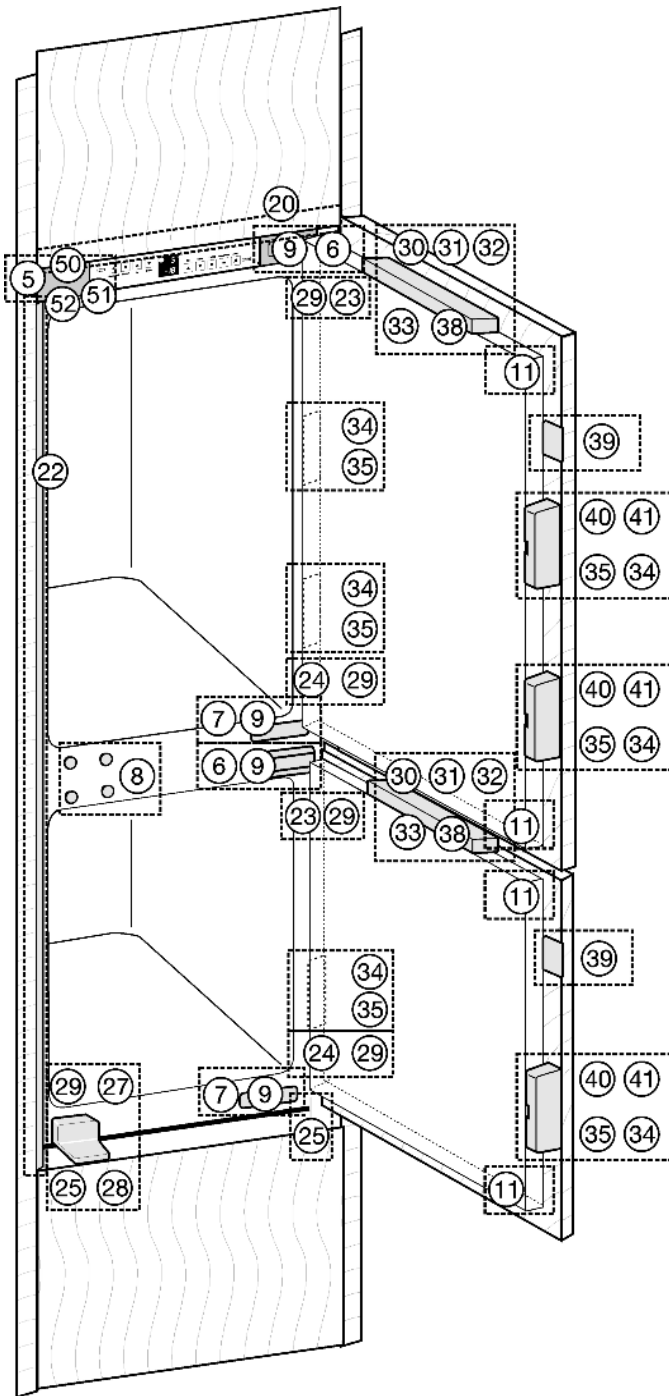
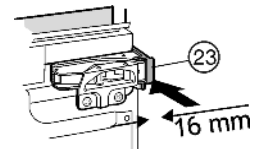

Fig. 10
Fig. 14
- ▶ Retirar as peças de revestimento Fig. 10 (5,6,7).
- ▶ Encaixar a peça intercalar Fig. 14 (23) sobre a dobradiça superior e a peça intercalar Fig. 10 (24) sobre a dobradiça inferior.